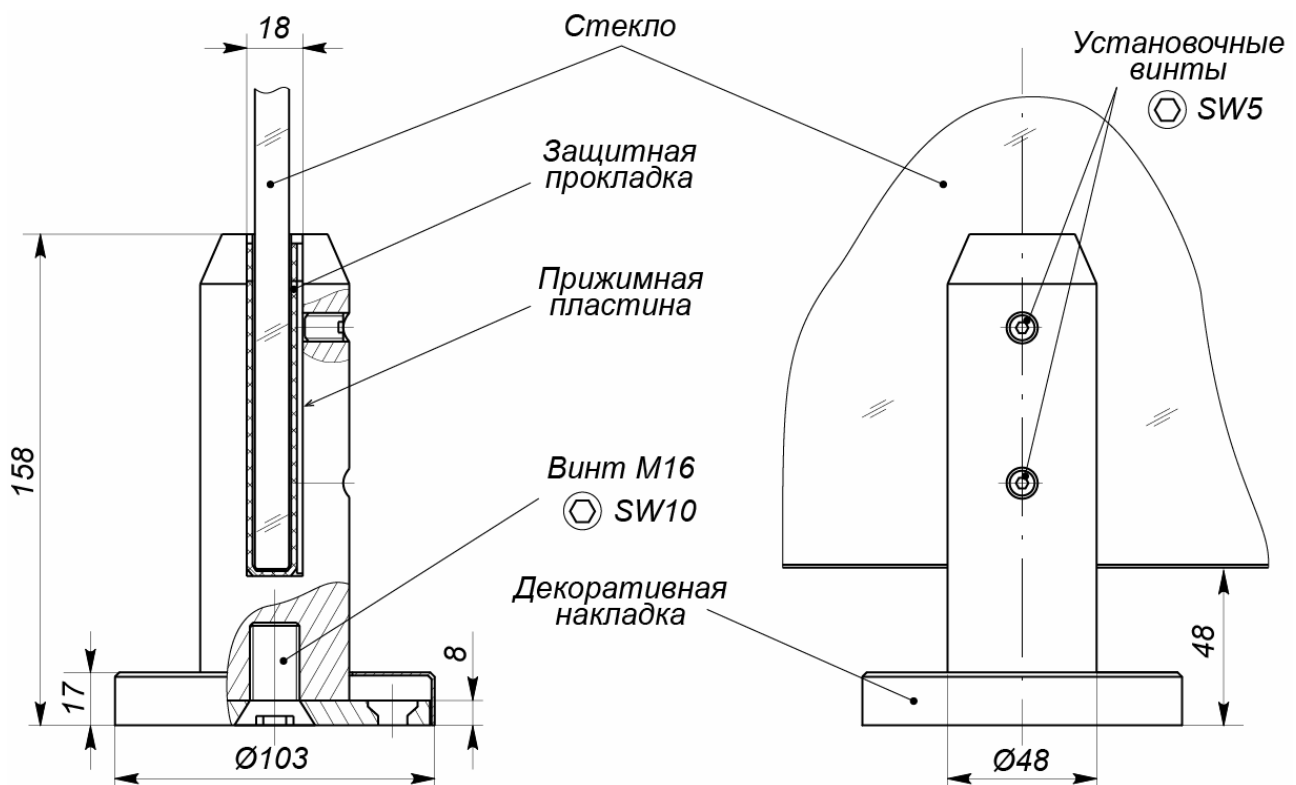

Рисунок 1. Внешний вид и размеры мини-стойки **PERCo-BH06 2-00**
Мини-стойка представляет собой цилиндрическую стойку с пазом для стекла, закрепленную с помощью винта М16 на фланце. Фланец крепится на установочной поверхности при помощи 4 анкерных винтов М8 и сверху закрывается декоративной накладкой. Стекло ограждения фиксируется в пазе стойки при помощи прижимной пластины и двух установочных винтов М10 (см. рис. 1).
7. Выкрутите на несколько оборотов из корпуса стоек установочные винты (инбусовым ключом SW5). Вставьте в паз со стороны винтов прижимную пластину, а между ней и противоположной стороной паза – вдвое сложенную защитную резиновую прокладку (см. рис. 1).